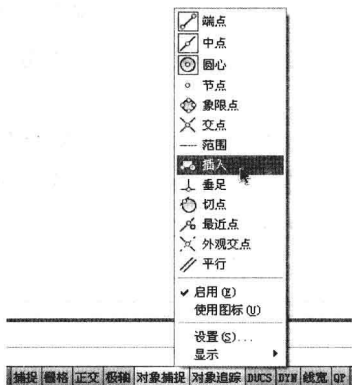

图 2-4-3
(1) 右击“对象捕捉”按钮，在弹出的菜单中显示了 13 种对象捕捉模式，并且已选择的对象捕捉模式图标会以方框显示，如图 2-4-3 所示，端点、中点、圆心 3 个项目是已启用的项目。在快捷菜单中选择“中点”对象捕捉模式之后，在以后的操作中就会增加中点对象捕捉模式。如果选择方框显示的模式，即取消这种对象捕捉模式。